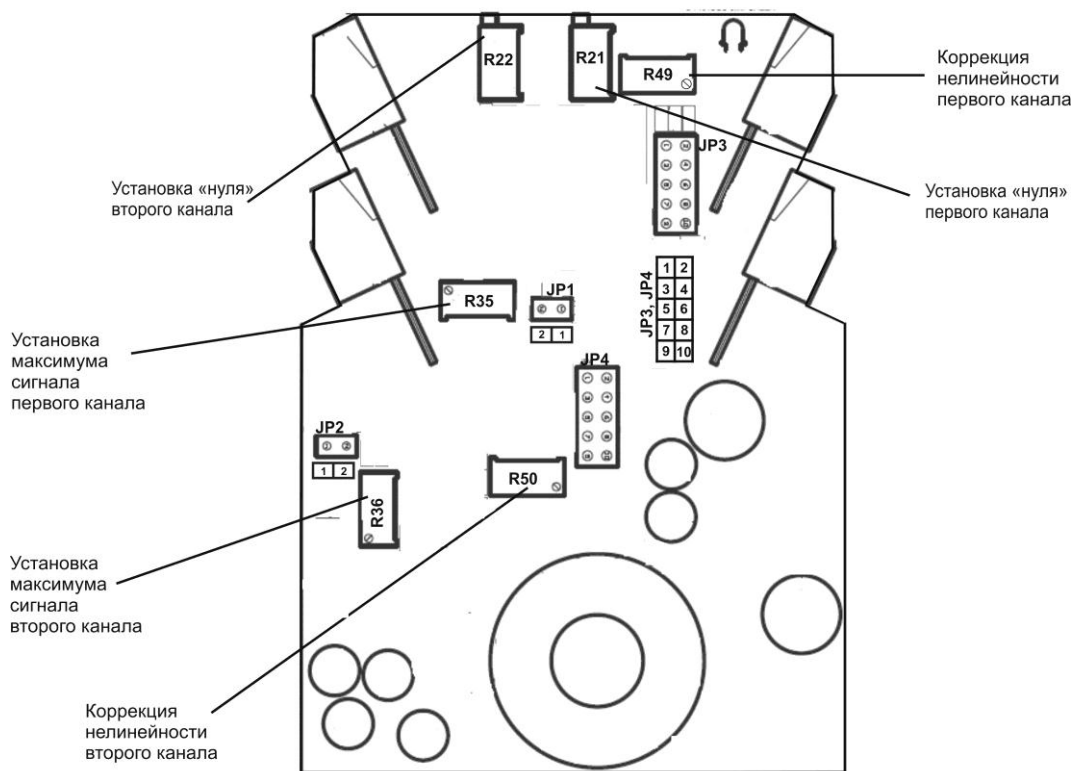

Рисунок 3.2- Размещение блоков перемычек выбора входных и выходных сигналов
3.2.4 Для изменения настроек БПО-132 на другие входные/выходные сигналы используйте рисунок 3.2 и таблицу 3.1.